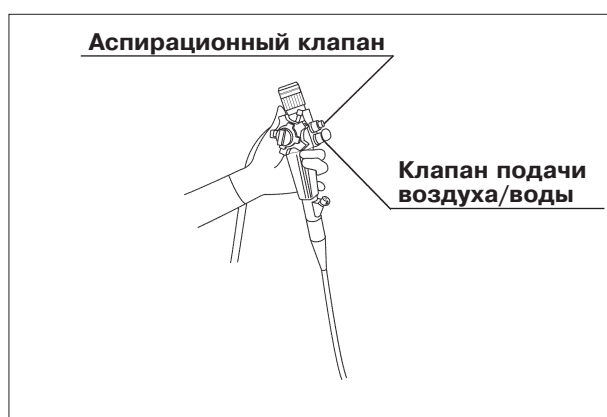

Рис. 4.3
1. Закройте отверстие клапана подачи воздуха/воды пальцем для подачи воздуха через отверстие канала на дистальном конце эндоскопа (см. рис. 4.3).
2. Нажмите на клапан подачи воздуха/воды для подачи воды на линзу объектива (см. рис. 4.3).
Для аспирации появляющихся в эндоскопическом поле зрения жидкостей или других материалов нажмите на аспирационный клапан (см. рис. 4.3).